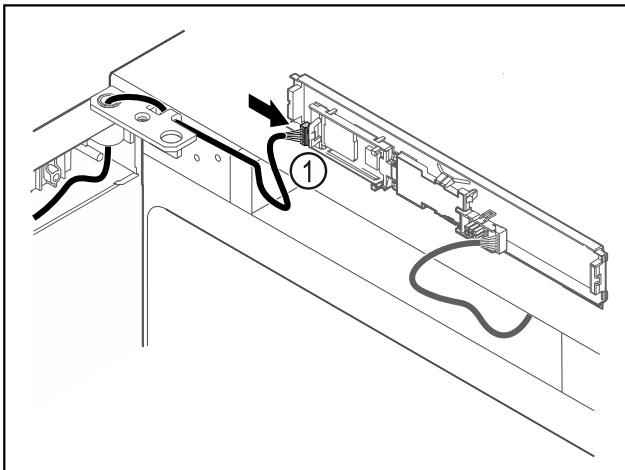

Fig. 60
- Συνδέστε το φίς Fig. 60 (1) στην πλακέτα.